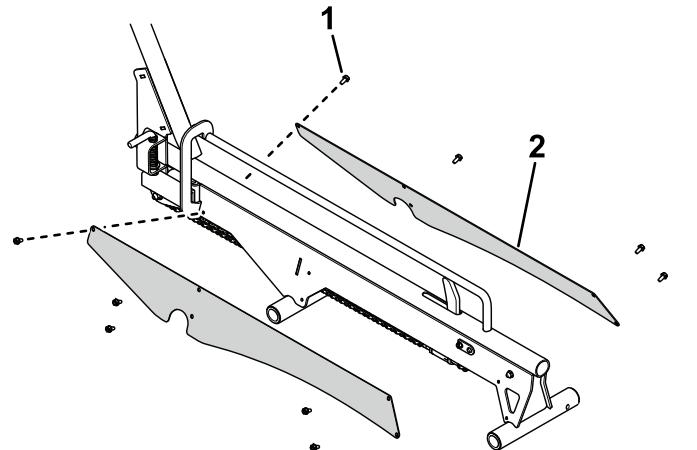

**Figure 7**
9. Utilisez un maillon de la chaîne pour connecter la chaîne sur la rampe (Figure 7).